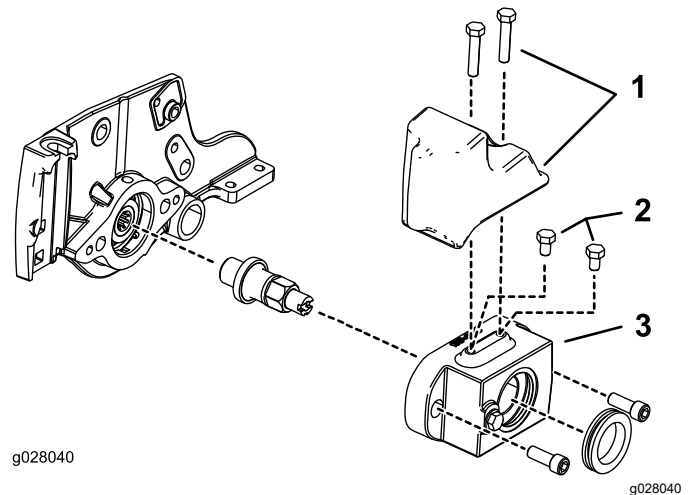

Figure 5
- Moteurs de cylindre hydraulique de 13 cm : placez 2 boulons (5/16"-18 x 1/2") en haut du carter de brosse de rouleau (Figure 5).
- Moteurs de cylindre électrique de 13 cm : montez le kit masse d'extrémité en haut du carter de brosse de rouleau à l'aide de 2 boulons (5/16"-18 x 1 1/2") ; voir Figure 5.